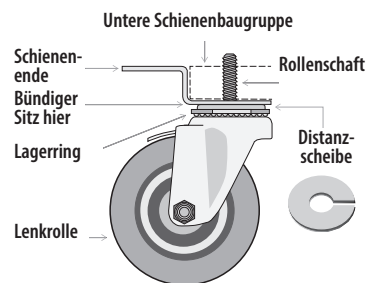
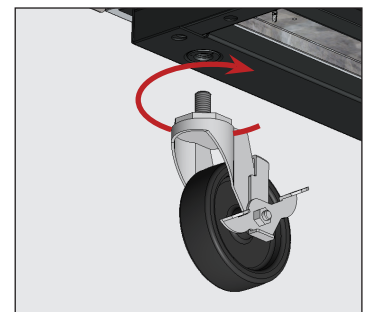

Abb. 7. Schemazeichnung einer Lenkrolle.
Abb. 8. Schrauben Sie die Lenkrollen in die Gewindebohrungen.
3. Schrauben Sie die Lenkrollen in die Rahmenschiene oder den Geräteboden. Siehe Abb. 7 und Abb. 8.